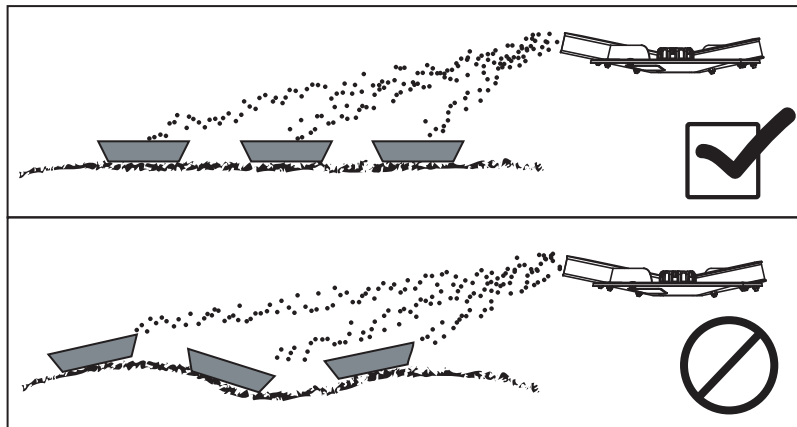

Figura 7.20: Disposizione delle vaschette di raccolta
- Posizionare orizzontalmente le singole vaschette di raccolta. Vaschette inclinate possono causare errori di misurazione (Figura 7.20).